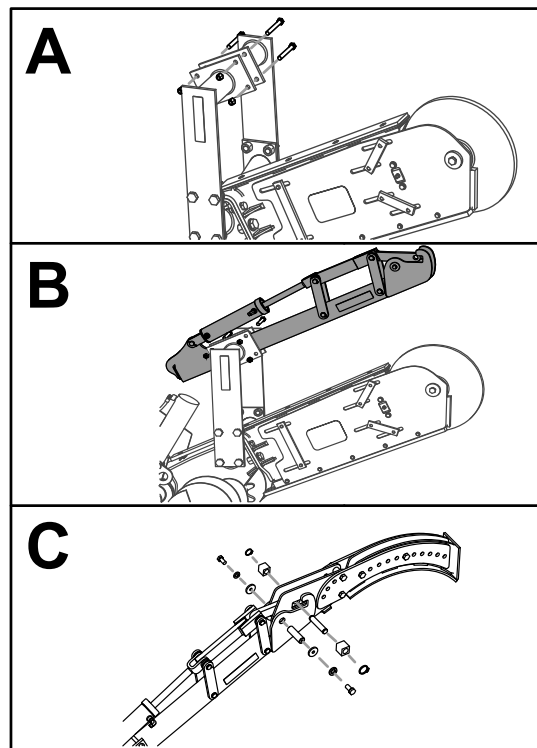

図 2
1. クランバー取り付けブラケットをブームに固定しているボルト4本とロックナット4個を外す 図 2。
2. クランバーチューブアセンブリを取り付ける先ほど外したボルト4本とロックナット4個を使用する 図 2。
3. クラムバープレートアセンブリをクラムバーチューブアセンブリに、図 2のように取り付ける。